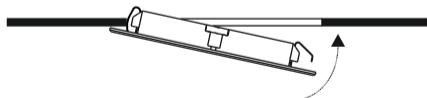

Fig 4
- The light must be anchored to the metallic bracket by inserting first one spring and then the other, applying slight pressure until completely fitted as illustrated in figure 4.
- Zur Befestigung des Strahlers an der Metallhalterung zuerst die eine und dann die andere Feder mit leichtem Druck einsetzen, bis diese komplett einrasten (Abb. 4).
- L'ancrage du spot au support métallique doit être effectué en insérant d'abord un ressort, puis le suivant, en exerçant une légère pression jusqu'à l'encastrement complet, comme indiqué sur la figure 4.